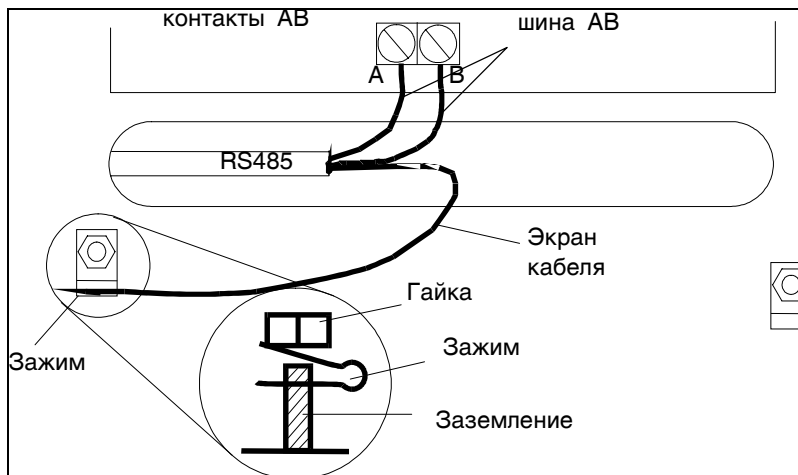

Рис. 2.9. Подключение экрана кабеля с применением зажима.
4. Экран кабеля соединяется со стержнем заземления на контрольной панели при помощи зажима (см. рис. 2.9).
5. Шина RS485 (AB) должна иметь оконечный резистор сопротивлением 680 Ом, подключенный между клеммами А и В последнего модуля на шине. Если шина отходит в двух направлениях, то оба конца должны завершаться резисторами 680 Ом, а соответствующий нагрузочный резистор на плате панели должен быть отключен (см. табл. 2.1, 2.2 и 2.3).